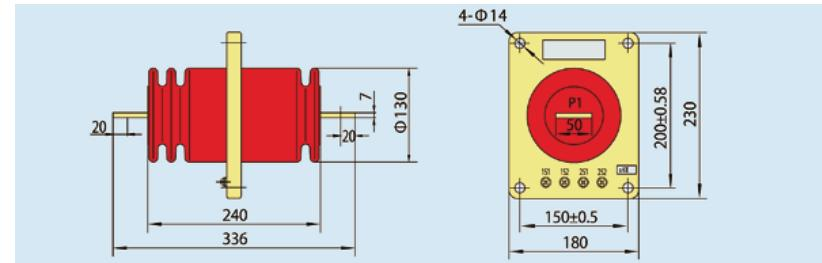

Рис. 6.2 Внешний вид и размеры трансформатора тока LA-10(Q) 300~600 А
6.2 Внешний вид и размеры трансформатора тока LA-10(Q) 300~600 А (см. рис. 6.2)